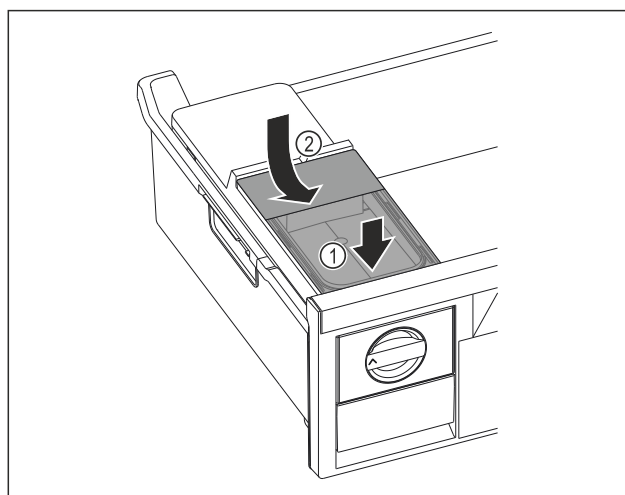

Fig. 99
- Установите бак для воды спереди Fig. 99 (1)
- Опустить бак для воды сзади Fig. 99 (2)